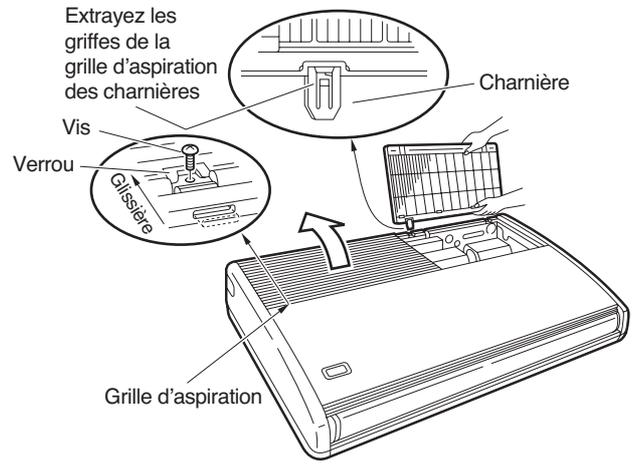
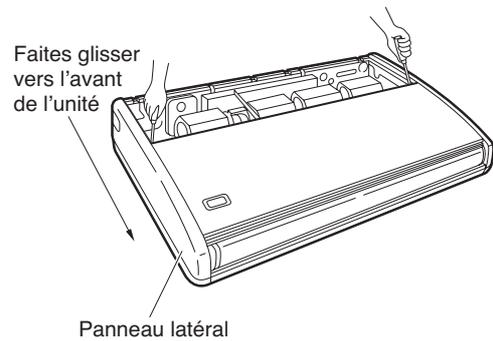

Fig. 3-41
Fig. 3-42
(5) Avant de suspendre l'unité intérieure, déposez les 2 ou 3 vis situées sur le verrou des grilles d'aspiration, ouvrez les grilles et retirez-les en appuyant sur les griffes des charnières comme illustré sur la figure 3-41. Déposez ensuite les deux panneaux latéraux en les faisant glisser vers l'avant le long de l'unité après avoir retiré les 2 vis de fixation. (Fig. 3-42)